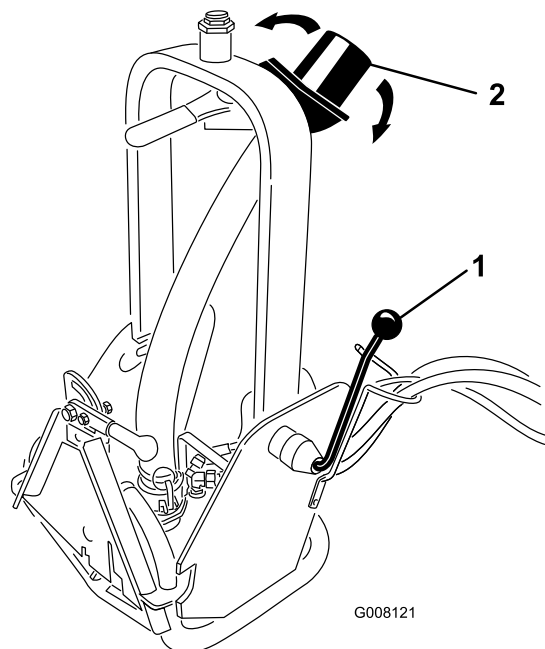

Рисунок 6
Положение выпускного сопла (Рисунок 6) можно отрегулировать вверх/вниз или влево/вправо, чтобы направить поток в нужную сторону.
- Поверните стопорную рукоятку (Рисунок 6), чтобы разблокировать поворотную колонну.